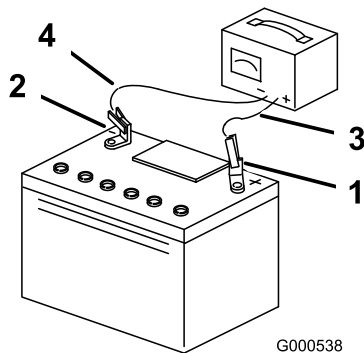

Bild 34
4. Ziehen Sie, wenn die Batterie voll geladen ist, den Stecker des Ladegeräts aus der Dose. Klemmen Sie dann die Klemmen des Ladegeräts von den Batteriepolen ab (Bild 34).